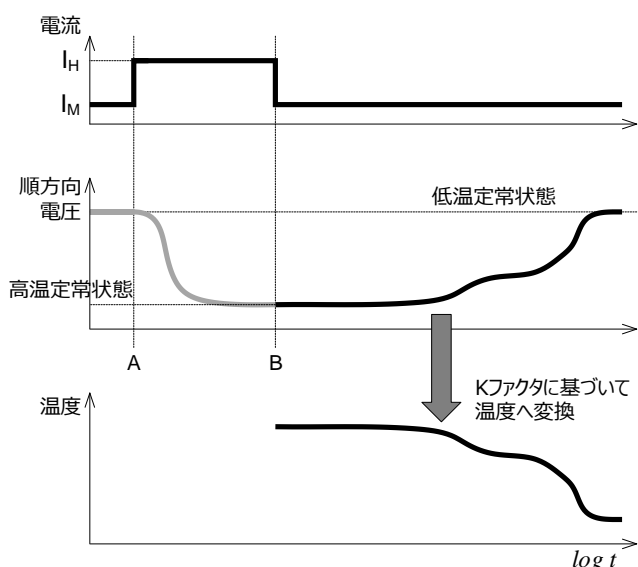

Figure 8. 過渡冷却曲線の測定
1. DUT 内の加熱素子に一定の加熱電流 I_H を供給し、チップの温度を上昇させます。加熱素子は MOSFET の場合ではボディダイオードが使用できます。Figure 8 の A 点が加熱電流を供給開始した地点です。ジャンクション温度が一定になるまで加熱を続けますが、ジャンクション温度の変化はセンシングダイオードの順方向電圧をモニターします。
2. ジャンクション温度が高温で安定したら加熱電流 I_H の供給を停止し、順方向電圧測定電流 I_M へ急峻に切り替えます。Figure 8 の B 点が電流を切り替えた地点です。ここから順方向電圧が低温定常状態になるまで時系列でデータを記録します (Figure 8 中のグラフ)。
3. 記録した順方向電圧のデータを、K ファクタに基づいて温度へ変換します (Figure 8 下のグラフ)。これが過渡冷却曲線です。